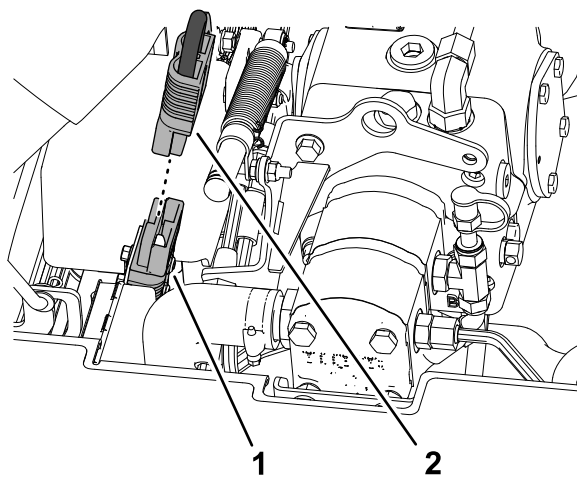

Рисунок 5
2. Отсоединение перемычки отключения аккумулятора в системе на 48 В пост. тока (Рисунок 5).